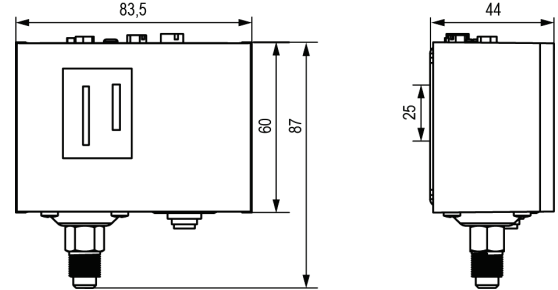

Рисунок 4.1 – Габаритні та приєднувальні розміри пристрою
- габаритні і приєднувальні розміри на технологічному об'єкті відповідають розмірам пристрою (див. *рисунок 4.1*);